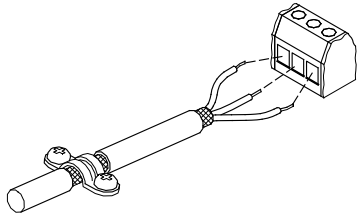

Abb. 20 Beispiel für ein abgeschirmtes Kabel mit Schirm
- Der Schirm ist so dicht wie möglich an den Anschlussklemmen aufzulegen. Siehe Abb. 20.